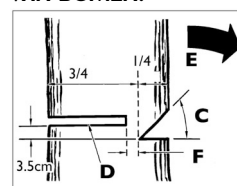

Fig. 10B
**WAARSCHUWING:** Loop nooit vóór een boom met valkerven. Maak de eigenlijke zaagsnede (D) aan de andere kant van de boom en ongeveer 3-5 cm boven de rand van de valkerf (C) (Fig. 10B).
**AVERTISSEMENT:** Ne jamais marcher devant un arbre entaillé. Faire le trait d'abattage (D) de l'autre côté de l'arbre, de 3 à 5 cm au-dessus du bord de l'entaille (C) (Fig. 10B).